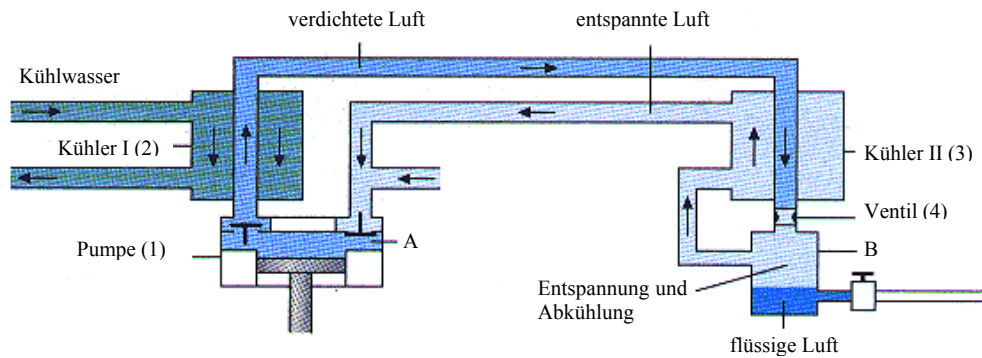

Abb. 2.5 Linde-Verfahren.
In der Technik trennt man die Gase der Luft durch *Destillation verflüssigter Luft*. CARL VON LINDE entwickelte im Jahre 1876 das nach ihm benannte Verfahren zur **Luftverflüssigung**. Hierbei drückt eine Pumpe (1) (Abbildung 2.5) die Luft zusammen und verdichtet sie. Bei